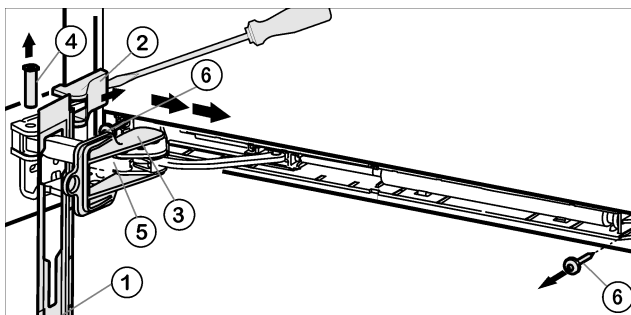

Fig. 5
- Skjut panelen över dämpningsbygeln Fig. 5 (5) framåt i riktning mot skåpet.
- Sätt i säkringen Fig. 5 (3).
- Lyft upp täckbrickan Fig. 5 (2) från utsidan med en skruvmejsel och tag bort den utåt.
- Tryck ut bulten Fig. 5 (4) nerifrån.
- Tryck dämpningsbygeln Fig. 5 (5) i riktning mot dörren.
- Tag bort panelen Fig. 5 (1).
- Skruva bort hela stängningsdämparenheten (2 gånger Torx 15) Fig. 5 (6).